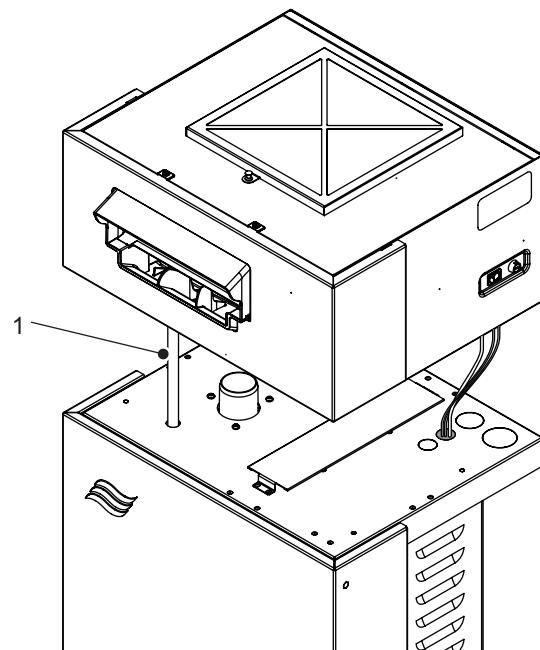

Figure 21 : Raccordement du tuyau de condensat à l'unité de ventilation
- e. Former un siphon (boucle de tuyau) avec un diamètre de 150 mm dans le tuyau de condensat ø8/12 mm et remplir le siphon avec l'eau. Passer le tuyau de condensat à travers l'orifice poinçonné sur le dessus de l'humidificateur– voir Figure 21 sur la page 37. Raccorder tuyau de condensat sur l'orifice de condensat de l'unité de ventilation à l'aide d'un collier à ressort fourni. Vérifier que le tuyau de condensat n'est pas repliées.